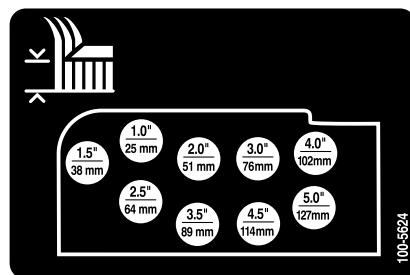

Рисунок 25
- Закрепите цепи регулировки высоты скашивания в требуемом отверстии с помощью шплинтуемого штифта и игольчатого шплинта (Рисунок 25).